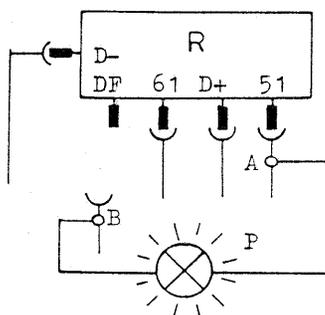

Fig. 58
- Retirer le câble DF du régulateur et le lier à B (voir fig. 58).